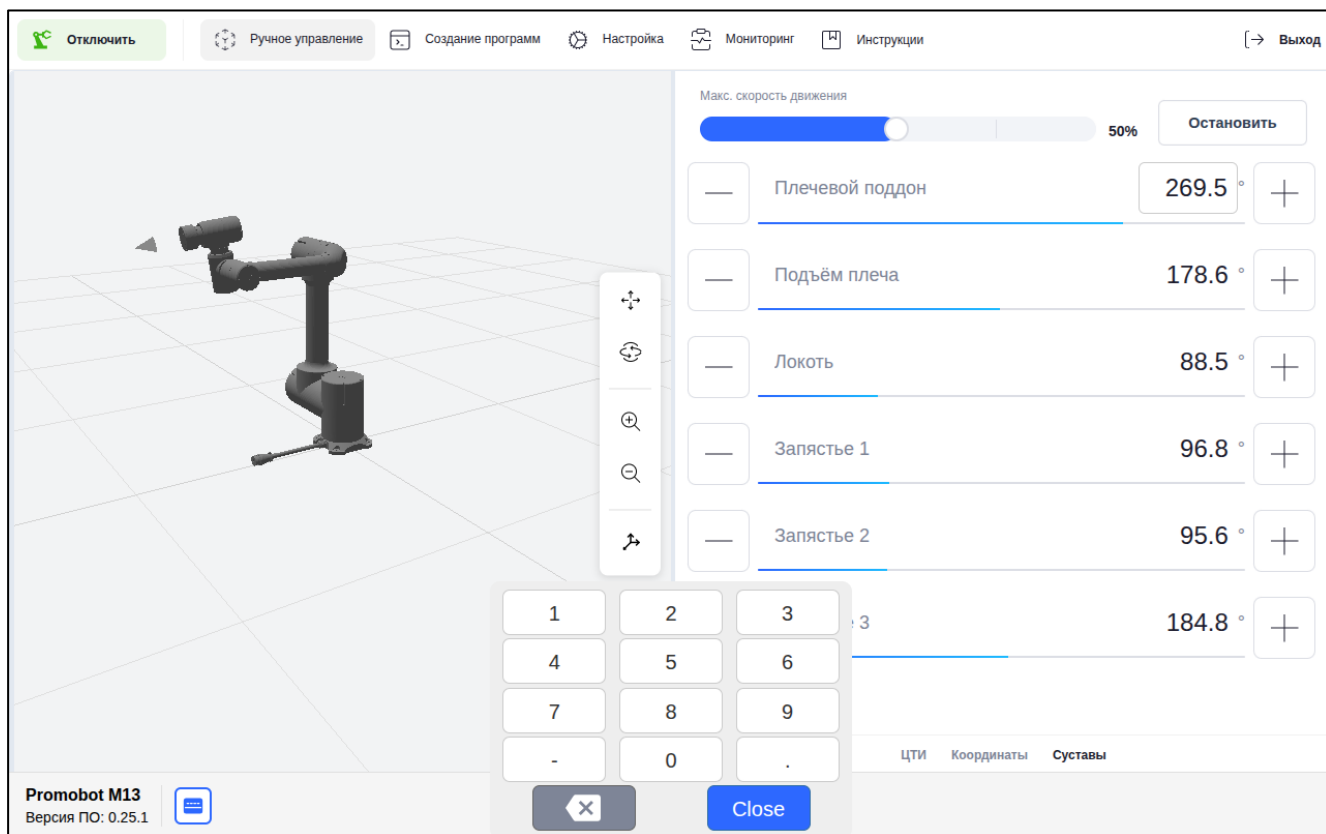

Рисунок II-15 – Поле для ручного ввода значения
- «ЦТИ» – управление центральной точкой инструмента (фланцем инструмента) с помощью кнопок со стрелками направления (см. Рисунок II-15).
Перед подтверждением значения проверьте единицы измерения: координаты задаются в сантиметрах, углы – в градусах (см. Рисунок II-15).